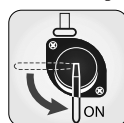

Fig. 2
4. Abra a válvula de combustível (Fig. 2, posição “ON”).